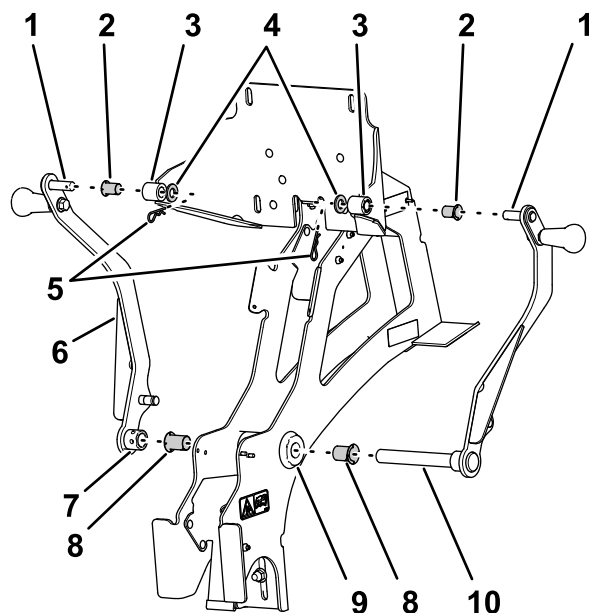

图 16
1. 将凸缘轴套内径 $\frac{3}{4}$ 英寸插入主支架中枢轴管的两端图 16。
2. 将凸缘轴套内径 $\frac{1}{2}$ 英寸插入背板的左右轮毂图 16。
3. 穿过枢轴管和枢轴右侧的凸缘轴套组装右托架臂的下枢轴销图 16。
4. 穿过背板的右轮毂组装右托架臂的上枢轴销图 16。
5. 用垫圈 $\frac{1}{2}$ 英寸和发卡销将上枢轴销固定到背板上图 16。
6. 将左托架臂的轮毂组装到向枢轴管左凸缘轴套的左侧突出的右托架臂下枢轴销的一端图 16。
7. 穿过背板的左轮毂组装左托架臂的上枢轴销图 16。
8. 用垫圈 $\frac{1}{2}$ 英寸和发卡销将左托架臂的上枢轴销固定到背板上图 16。